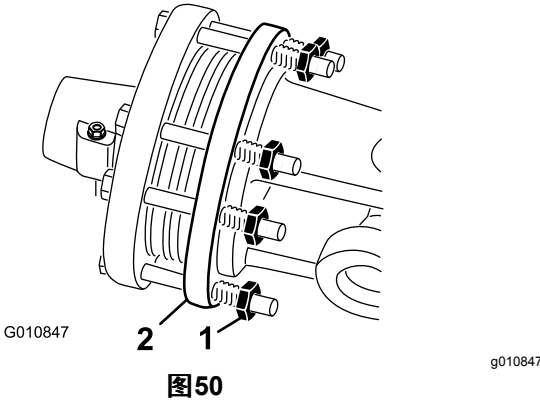

图50
- 1. 季节结束时将各个离合器螺母向回旋转 2 圈图50。